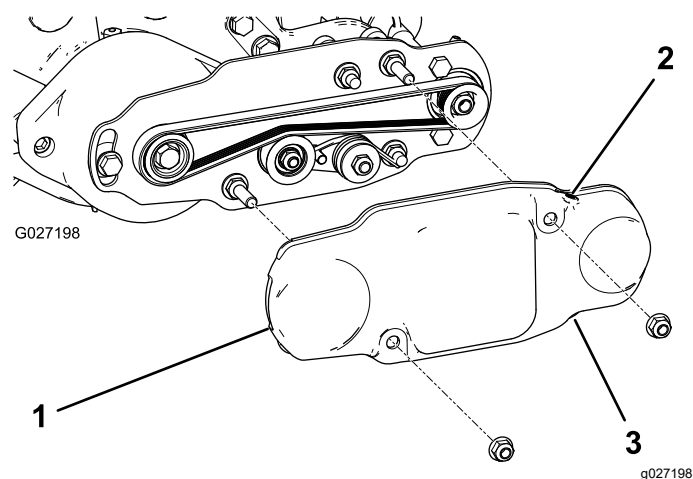

図 17
2. 取り付けボルトにベルトカバーを取り付けてフランジナット2個で固定する 図 17。